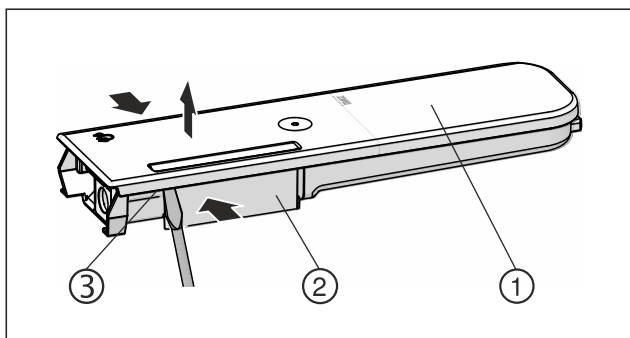

Fig. 135
- ▶ Rezervoar za vodo Fig. 135 (2) potisnite skupaj in pokrov Fig. 135 (1) previdno dvignite in povlecite navzgor nad zaklepne utore Fig. 135 (3).
- ▶ Pokrov Fig. 135 (1) narahlo potisnite v eno in drugo smer, nato ga odstranite s potiskom navzgor.